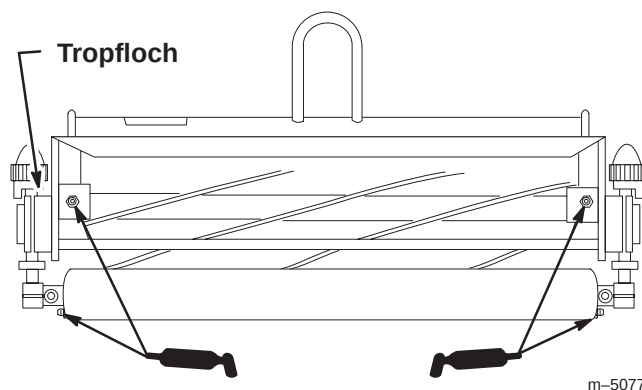

Bild 8
Jedes Mähwerk hat sechs Schmiernippel (Bild 8 und 9), die Sie sofort nach dem Waschen einfetten sollten, um Wasser-rückstände aus den Lagern zu entfernen und die Nutzungsdauer des Lagers zu verlängern. Fetten Sie sie mit einem Allzweckfett auf Lithiumbasis, Nr. 2 ein. Am besten eignet sich eine handbetriebene Fettpresse.
2. Fetten Sie die Spindellager (Bild 8) so lange ein, bis Schmiermittel aus dem Tropfloch austritt.
3. Fetten Sie die Lager der vorderen und hinteren Rollen ein (Bild 8 und 9), bis Schmiermittel um die Dichtungslippen sichtbar austritt.